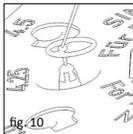

fig.10
■ **fig.10** Dersom de gitte anatomiske forholdene på stigbøylen krever at den partielle protesens klokke bøyes ut, så er dette enkelt mulig ved hjelp av konusen. I denne forbindelse presses den påsatte klokkeprotesen forsiktig mot konus med en nål eller med et annet mikrokirurgisk instrument. Klokken kan utvides i passende grad mens dette observeres under mikroskopet.